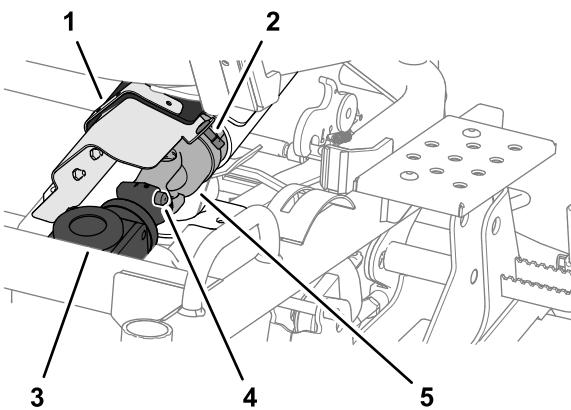

Figura 112
1. Ruotate il fissaggio a un quarto di giro e aprite la protezione del giunto cardanico dal copricinghia (Figura 112).
2. Scollegate l'estremità anteriore dell'albero di trasmissione dalla scatola a ingranaggi del piatto di taglio premendo il perno a molla e poi tirando all'indietro l'estremità dell'albero di trasmissione (Figura 112).
1. Allineate le scanalature del giunto cardanico dell'albero di trasmissione con le scanalature dell'accoppiamento della scatola a ingranaggi; fate riferimento alla Figura 112 in Come scollegare l'albero di trasmissione dalla scatola a ingranaggi del piatto di taglio \(pagina 80\).
2. Fate pressione sul perno a molla e poi spingete l'estremità dell'albero motore in avanti; fate riferimento alla Figura 112 in Come scollegare l'albero di trasmissione dalla scatola a ingranaggi del piatto di taglio \(pagina 80\).
3. Rilasciate il perno a molla e controllate che il giunto cardanico dell'albero di trasmissione sia bloccato nella scatola a ingranaggi del piatto di taglio; fate riferimento alla Figura 112 in Come scollegare l'albero di trasmissione dalla scatola a ingranaggi del piatto di taglio \(pagina 80\).
4. Chiudete la protezione del giunto cardanico e assicurate la protezione del giunto cardanico al copricinghia con il fissaggio a un quarto di giro; fate riferimento alla Figura 112 in Come scollegare l'albero di trasmissione dalla scatola a ingranaggi del piatto di taglio \(pagina 80\).